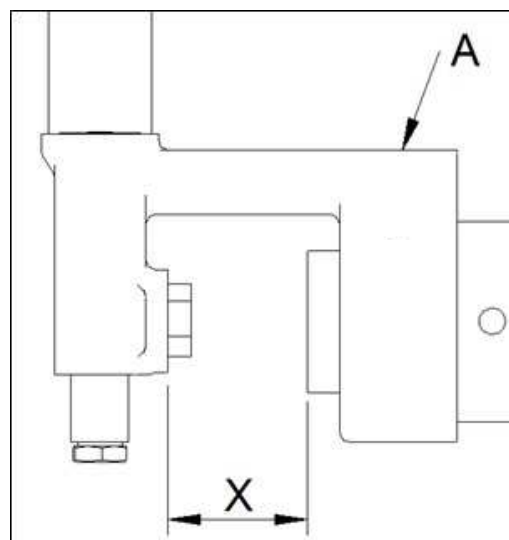

FIG.2
3.2 RÉGULATION DE L'AIR PRIMAIRE (Fig. 2)
4.3 RÉGULATION DE L'AIR PRIMAIRE (Fig. 2)
La distance prévue pour la régulation de l'air primaire est indiquée dans la figure 2 et dans les tableaux 2.